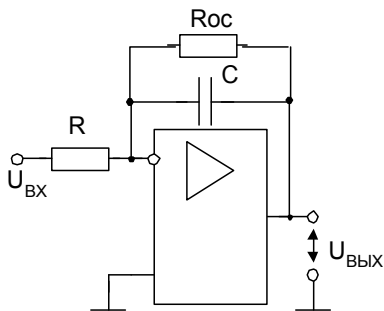

Рис. 36
5.22. Рассчитать активный фильтр НЧ по схеме на рис. 36 со следующими параметрами: полоса пропускания $0 \dots 20$ Гц; $K_U = 100$.